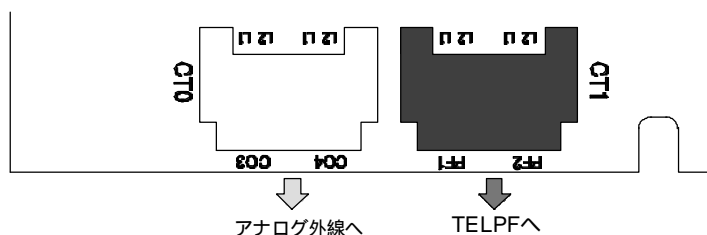

図10.4-2 ET-TRI(1)-iZ/SのTELPF接続端子 (部品面より見た状態)
ET-TRI (1) -iZ/S基板の「PF端子」に接続するときは、停電時に直通としたい外線に対応する「PF端子」を使用してください。(図10.4-2および表10.4-1参照)